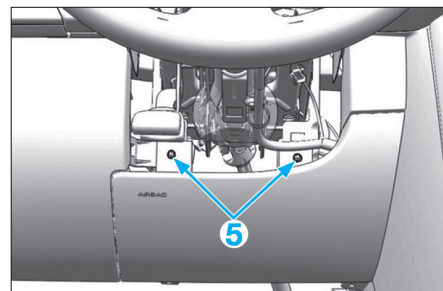

Fig. 12
• Déposer les écrous (5) (Fig.12).